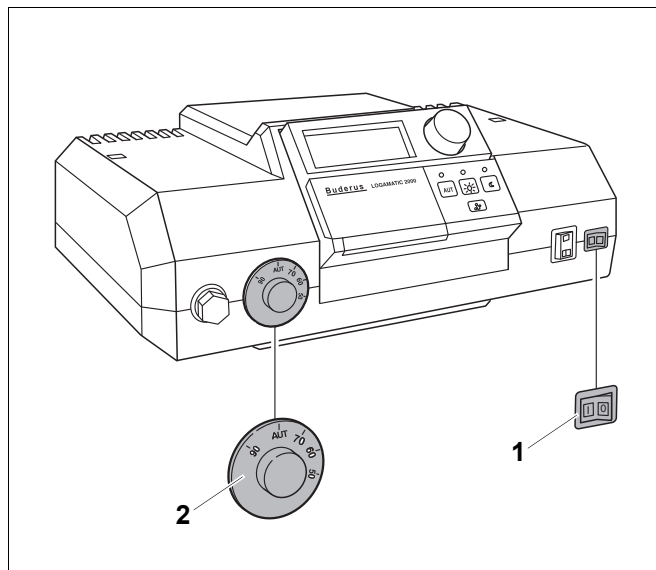

Рис. 27 Система управления Logamatic 2000
- Установить пусковой выключатель (Рис. 27, **поз. 1** или Рис. 28, **поз. 1**) в положение "I" (ВКЛ).
- Регулятор температуры котловой воды (Рис. 27, **поз. 2** или Рис. 28, **поз. 2**) установить на "AUT". При регулировании с поддержанием постоянной температуры установить нужное значение (минимум 65 °C).